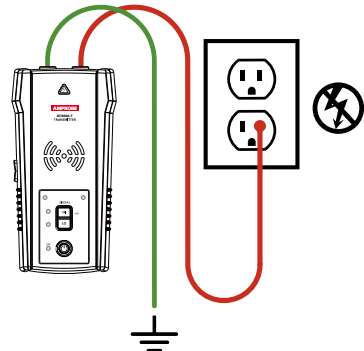

Figura 3.2a: Conexión adecuada con conexión a tierra independiente
2. Con los accesorios de terminales de prueba suministrados, conecte el cable verde a una conexión a tierra independiente (estructura metálica del edificio, tubería de agua metálica o cable a tierra en un circuito independiente) (Figura 3.2a).